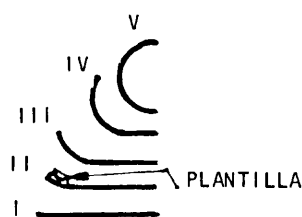

Fig. 4
- d Controle con plantilla el curvado (fig. 4-II).
- e Desplace la chapa de forma que la generatriz siguiente quede bien situada bajo la arista de la estampa y repita los sub-pasos b, c y d (fig. 4-III).
- 1) Repita los sub-pasos a, b, c, d y e hasta la generatriz del centro de la chapa (fig. 4-IV).
- 2) Para dar forma cónica a la otra mitad, ubique el otro extremo de la chapa en la mesa de la prensa y repita el 3° Paso (fig. 4-V).